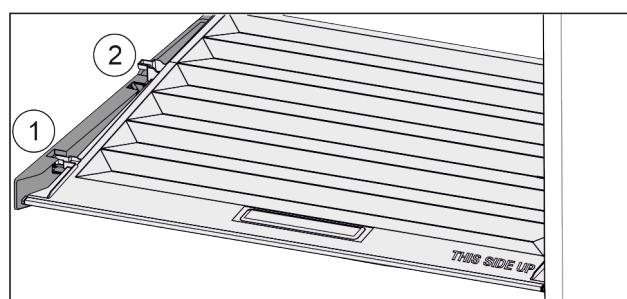

Fig. 88
► 将盖子向前拉 Fig. 88 (1)至定位件开口。
► 从下方抬起后端并向上将其移出 Fig. 88 (2)。